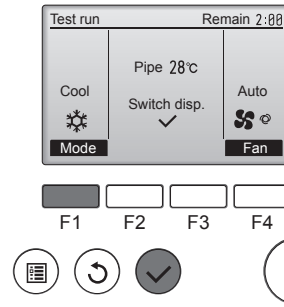

Fig. 7-3
- ① Çalıştırma modunu değiştirmek için [F1] düğmesine basın. (Fig. 7-3)